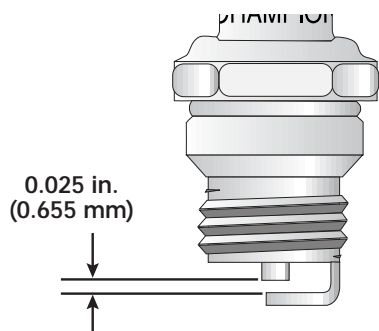

Fig. 73
3. Remplacez toute bougie fendillée, encrassée ou sale. Réglez l'écartement à 0,655 mm (0,025 po) à l'aide d'une jauge d'épaisseur (Fig. 73).